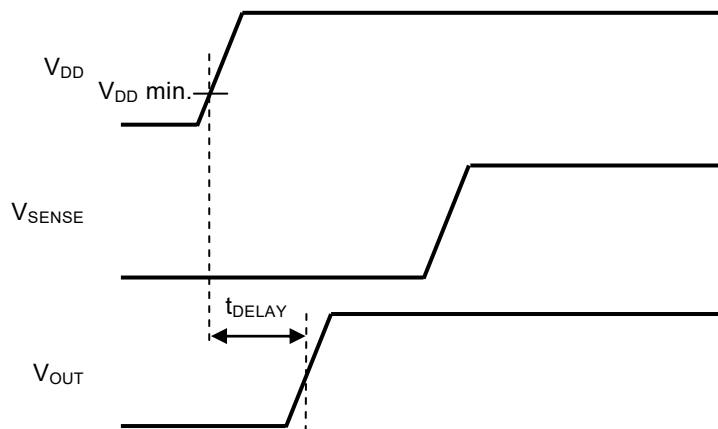

図19
- (1) VDD端子、SENSE端子の順番 (図19参照)
- (2) VDD端子、SENSE端子同時